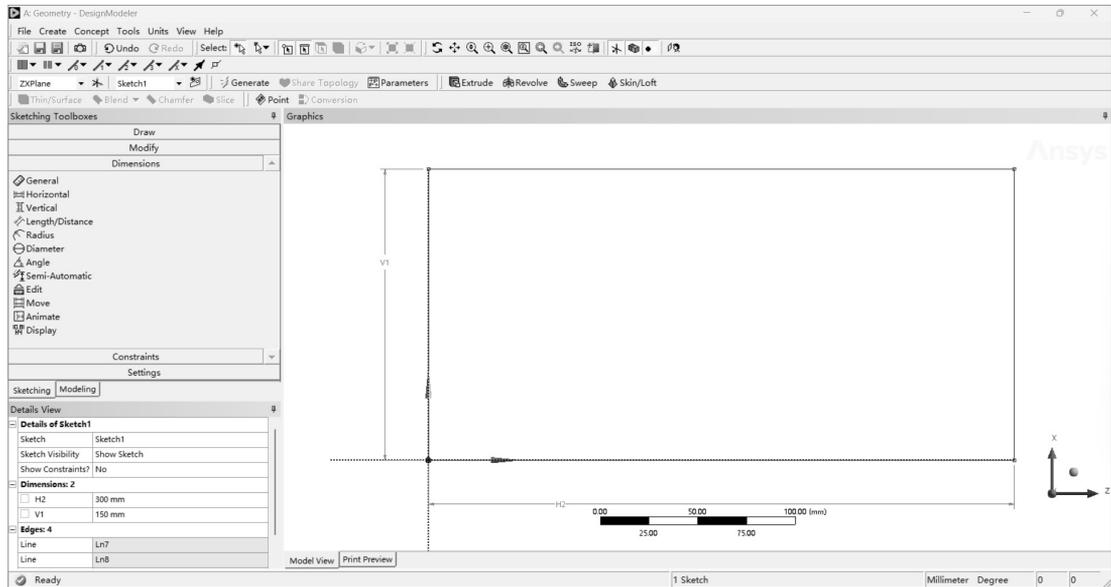

图 2-43 尺寸设置
(7) 单击 Dimensions (尺寸) 中的 General (一般尺寸) 选项, 设置矩形长为 300mm, 宽为 150mm, 如图 2-43 所示。